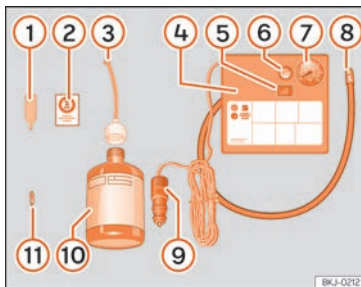

Abb. 41 Prinzipdarstellung: Bestandteile des Pannensets.
Das Pannenset befindet sich im Gepäckraum unter dem Bodenbelag. Es besteht aus folgenden Bestandteilen » Abb. 41:
- Ventilkappe und Ventileinsatz vom Reifenventil abschrauben. Verwenden Sie den Ventilinsatzdreher » Abb. 41 1 zum Heraus-schrauben des Ventileinsatzes. Legen Sie den Ventileinsatz auf einem sauberen Untergrund ab.
- Reifendichtungsmittelflasche kräftig schütteln » Abb. 41 10.
- Schrauben Sie den Einfüllschlauch »» **Abb. 41** ③ auf die Dichtmittelflasche. Die Folie am Verschluss wird automatisch durchstoßen.
- Verschlussstopfen vom Einfüllschlauch »» **Abb. 41** ③ entfernen und das offene Ende ganz auf das Reifenventil stecken.
- Ventileinsatz mit dem Ventileinsatzdreher »» **Abb. 41** ① wieder in das Reifenventil schrauben.
- Schrauben Sie den Reifenfüllschlauch »» **Abb. 41** ⑧ des Luftkompressors fest auf das Reifenventil.
- Prüfen Sie, ob die Luftablassschraube »» **Abb. 41** ⑥ zuge dreht ist.
- Stecker »» **Abb. 41** ⑨ in die 12 Volt-Steckdose des Fahrzeugs stecken »» **Seite 172**.
- Schalten Sie den Luftkompressor mit dem EIN- und AUS-Schalter »» **Abb. 41** ⑤ ein.
- Kleben Sie den Aufkleber »» **Abb. 41** ② im Sichtfeld des Fahrers auf das Kombi-Instrument.
Den Reifenfüllschlauch »» **Abb. 41** ⑤ wieder anschließen und den Reifenfülldruck an der Reifenfülldruckanzeige ⑥ ablesen.